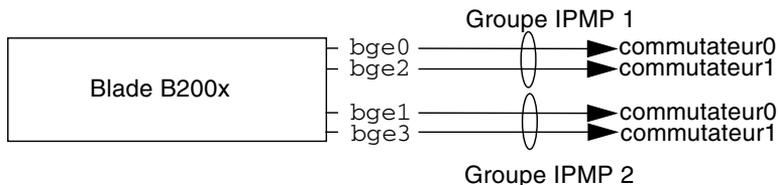

FIGURE 11-2 Schéma illustrant deux groupes IPMP contenant chacun deux interfaces
- L'autre méthode proposée utilise deux groupes d'interfaces IPMP, composés chacun d'une interface avec l'un des commutateurs du châssis et d'une interface avec l'autre commutateur (voir la FIGURE 11-2). L'avantage de cette méthode est qu'elle vous permet de réserver une paire donnée d'interfaces à un service donné. Dans cette configuration, chaque groupe IPMP séparé peut être utilisé pour constituer une connexion réseau résiliente pour un ensemble de services différent s'exécutant sur le serveur blade.
Remarque – Vous remarquerez que l'obtention de la résilience du réseau (qui permet à la blade de se reprendre de différentes pannes du matériel et du réseau) dépend du fait que chaque groupe IPMP contienne une connexion avec chaque commutateur. Une configuration dans laquelle les deux interfaces d'un groupe de deux seraient connectées au même commutateur ne serait pas à même de continuer à transporter le trafic du réseau en cas de panne de ce commutateur. Dans la Section 11.2, « Fonctionnement d'IPMP sur les blades B100x et B200x » à la page 11-3, nous avons vu que bge0 et bge1 étaient connectées au commutateur 0 tandis que bge2 et bge3 l'étaient au commutateur 1. Cela est également illustré à la FIGURE 11-2.